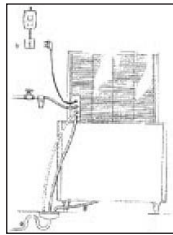

Abb. 18.
- 10) Den mitgelieferten Wasserzuleitungsschlauch (3/4 Zoll) anschließen. Es ist ratsam, die Wasserzuleitung mit einem Absperrventil zu versehen. Bei unreinem oder hartem Wasser sollte ein geeigneter Filter in der Wasserzuleitung montiert werden (Abb. 18).